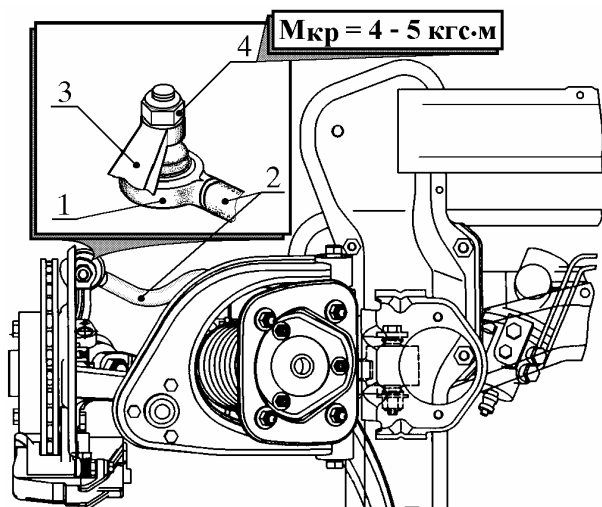

Рис. 11. Подсоединение наконечников рулевых тяг к рычагам поворотных кулаков:
5.4. Подсоединить наконечники 1 (рис. 11) рулевых тяг 2 к рычагам 3 левого и правого поворотных кулаков в последовательности, обратной отсоединению (см. п. 4.8).